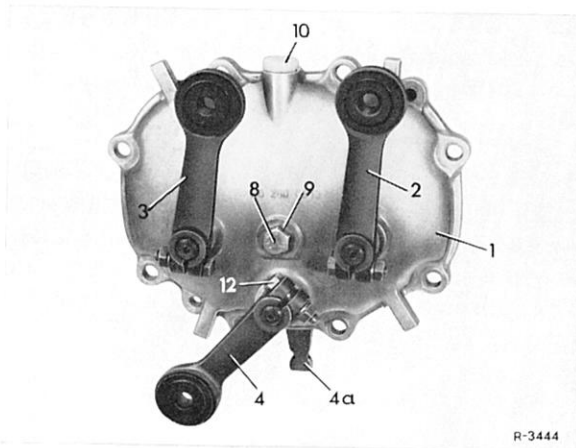

Bild 26–6/1
1 Klemmschrauben (12) lösen und Schalthebel (2), (3) und (4) abziehen (Bild 26—6/1).